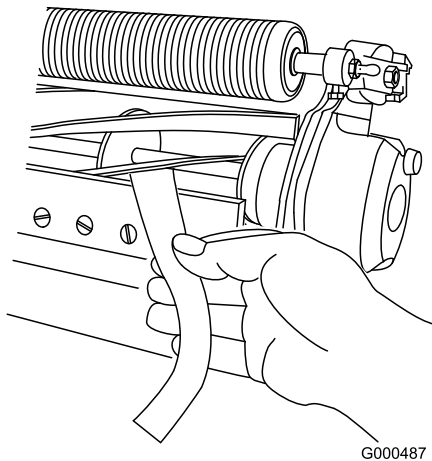

Figura 11
- B. Inserai o bucată lungă de hârtie pentru verificarea performanei de tăiere între cilindru i contracuit, perpendicular pe acesta din urmă (Figura 11), apoi **rotii** cilindrul încet în față; ar trebui să taie hârtia; în caz contrar, repetai pașii A i B până când ajungeți la acest rezultat.
11. Inserați o bucată lungă de hârtie pentru verificarea performanței de tăiere (nr. piesă Toro 125-5610) între cilindru și contracuit, perpendicular pe acesta din urmă (Figura 11), apoi **rotii** cilindrul încet în față; ar trebui să taie hârtia; în caz contrar, rotii fiecare urub de reglare al barei de cadru în sensul acelor de ceasornic cu 1 clic și repetați acest pas până când taie hârtia.